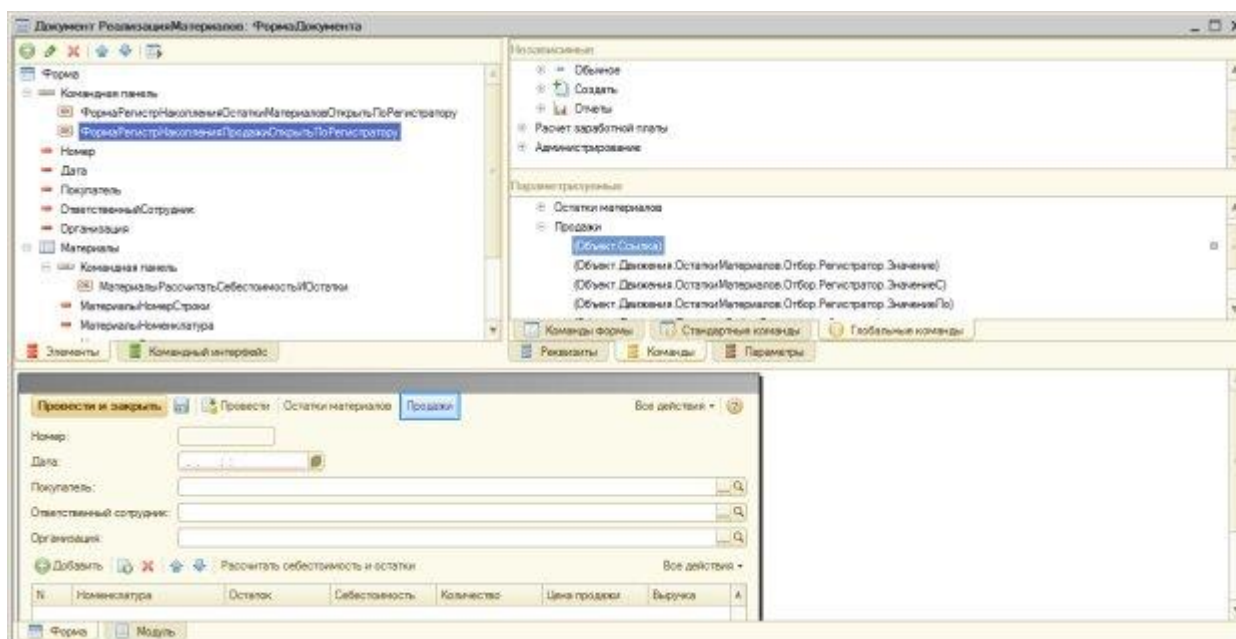

Рисунок 17.1- Кнопки перехода в регистры накопления на командной панели формы
1. Доработаем форму документа **РеализацияМатериалов**. Документ проводится по двум регистрам накопления – по регистру **Продажи** и по регистру **ОстаткиМатериалов**. Удобно было бы иметь возможность прямо из документа перейти в окно регистра и просмотреть его содержимое после проведения документа. Для того, чтобы реализовать это, нам понадобится закладка **Глобальные команды** закладки **Команды** окна редактора форм. Все, что нужно для размещения на командной панели формы дополнительных кнопок, ведущих к регистрам – перетащить нужную команду на панель, Рисунок 17.1.